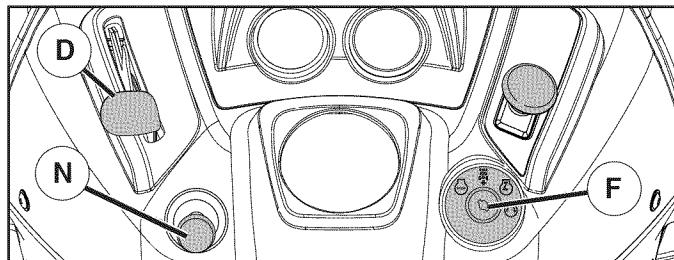

Fig. 19
PARA USAR EL CONTROL DE LA ACCELERACIÓN (D) (Vea Fig. 19)
PARA USAR EL CONTROL DE ESTRANGULACIÓN (N) (Vea Fig. 19)